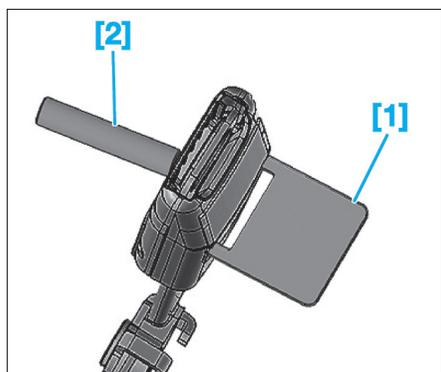

Fig. 27
- Mettre en place l'outil [1] sur la boucle puis l'outil [2] (Fig.27).